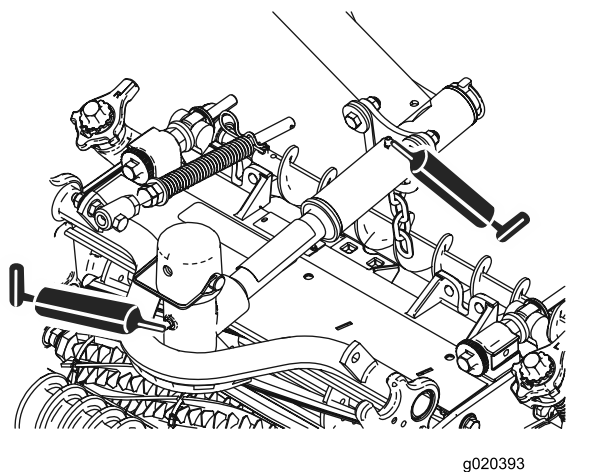

図 57
- カuttingユニットのピボット各2ヶ所 **図 57**を参照。